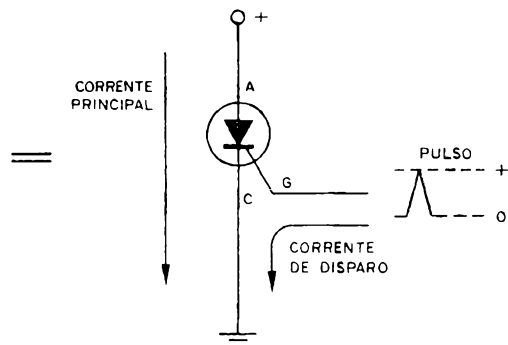

Figura 2
Assim, partindo da situação inicial em que não haja sinal de excitação na comporta (G) e que ambos os transistores estejam no estado de não condução (sem corrente fluindo entre o anodo e o catodo), aplicamos um pulso positivo na comporta. (figura 2)